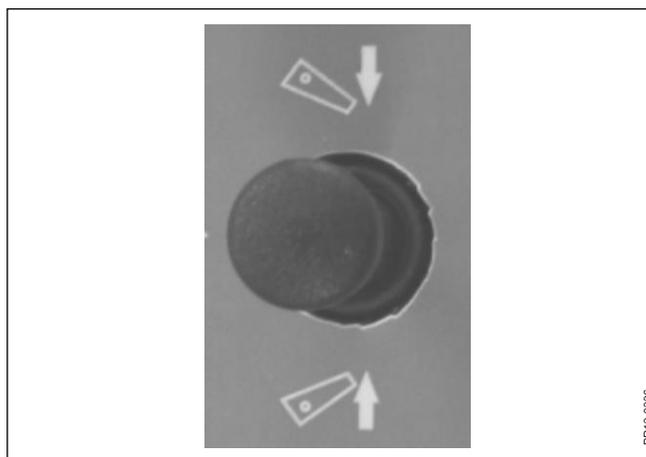

Fig. 2-6
- Fig. 2-6 En la palanca de mando:**